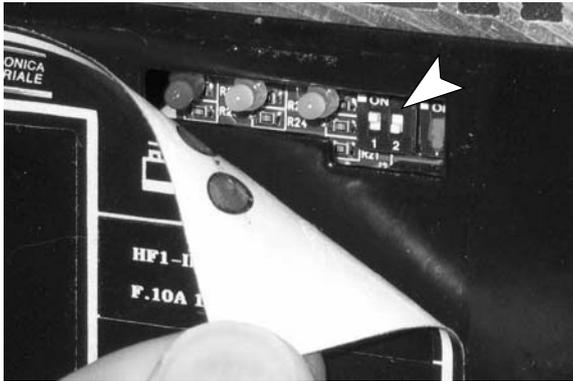

ABB. 36
2. Heben Sie die Ecke des Displayaufklebers an, um Zugang zu den Schaltern zu erhalten (Abbildung 36).